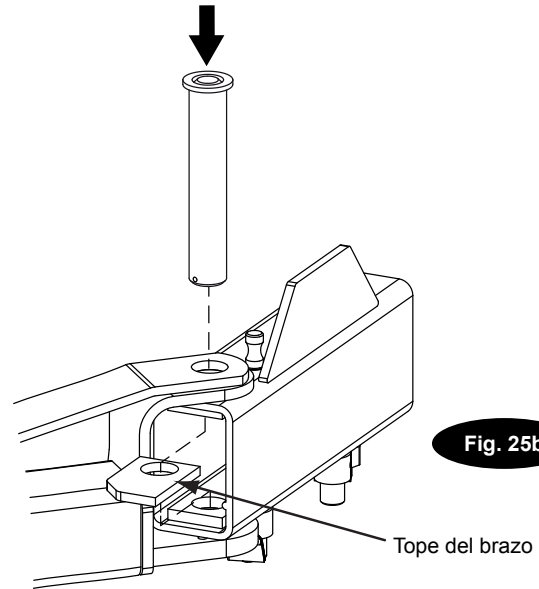

Fig. 25b
**Nota:** El tope del brazo solo debe montarse en el lado donde se encuentra la unidad de control. Móntelo junto con el pasador del brazo, como se muestra en la Fig. 25b. Observe la orientación del tope del brazo en la Fig. 25c.